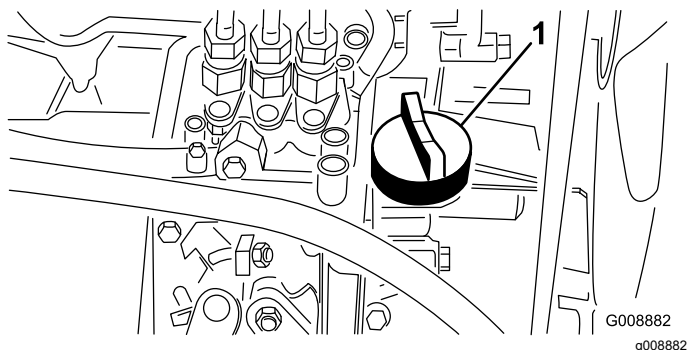

Figura 60
4. Si el nivel de aceite es bajo, retire el tapón de llenado (Figura 60) y añada poco a poco pequeñas cantidades de aceite, comprobando